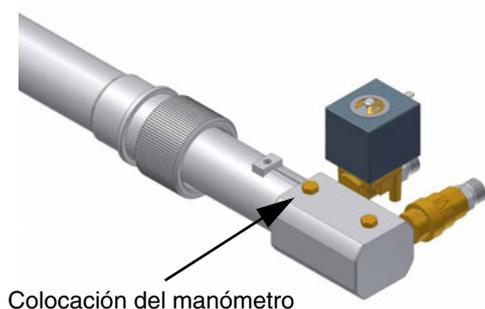

Fig. 20
- 10 La presión de alimentación de la boquilla ya es previamente calibrada en fábrica y no debe ser modificada. Sólo si fuera necesario, regular la presión de alimentación (véase apartado correspondiente) de la siguiente manera: colocar un manómetro en la posición indicada en Fig. 20 intervenir en el tornillo de regulación **VR** de la bomba (véase Fig. 19) hasta obtener una presión en la boquilla igual a 20 o 25 bar (boquillas Bergonzo/Fluidics – véase gráficos en pag. 16)